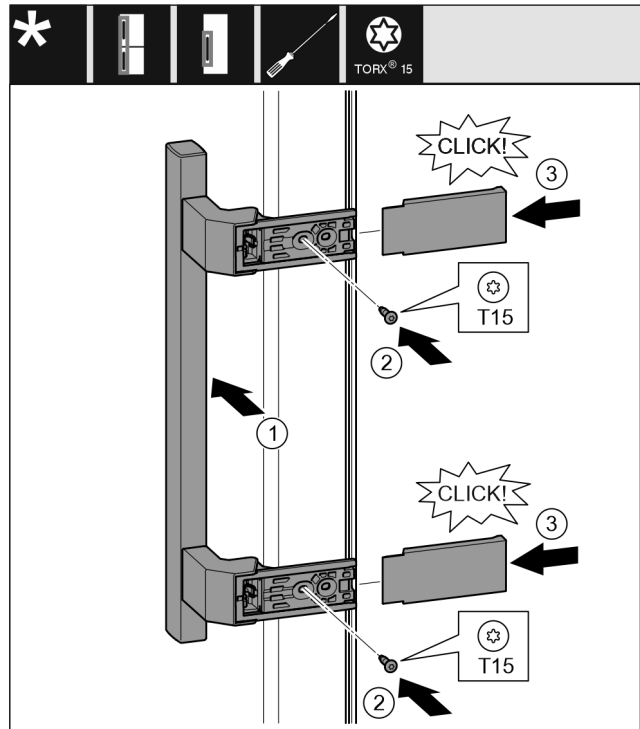

Fig. 15
- ▶ Ročaj namestite na nasprotno stran. Fig. 15 (1)
- ▶ Trdno privijte vijake z izvijačem T15. Fig. 15 (2)
- ▶ Pokrove pristavite ob strani in potisnite gor. Fig. 15 (3)